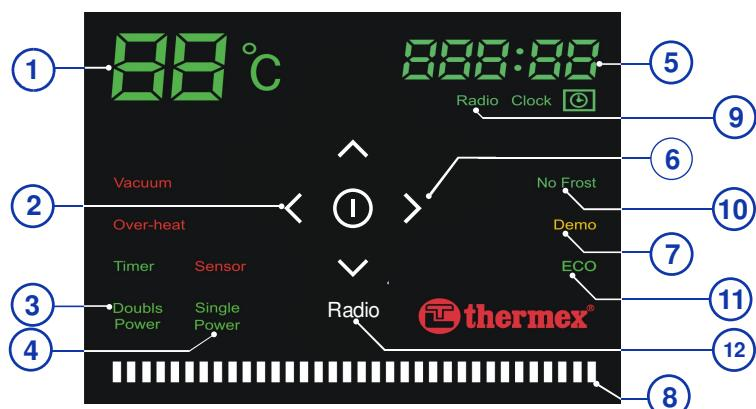

Fig. 3. Le panneau de commande électronique du CEE de série «ID» et «IB».
7.2. Le panneau de commande électronique du CEE de série «ID» (Fig. 3).
Figure 3: 1 – température de l'eau dans le CEE, 2 – bouton « Timer » / Mode de minuterie, 3 – indication « Double Power » / Puissance doublée, 4 – indication « Single Power » / Puissance standard, 5 – horloge, 6 – bouton « Setting » / Sélection, 7 – indication du mode de démonstration, 8 – indicateur de chauffe.